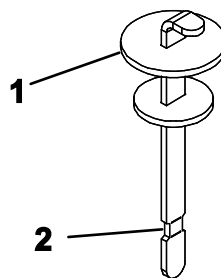

Рисунок 63
4. Извлеките масломерный щуп из заливной горловины и протрите его чистой ветошью. Вставьте щуп в заливную горловину; затем извлеките его и проверьте уровень жидкости. Уровень жидкости должен находиться между двумя метками на масломерном щупе (Рисунок 63).